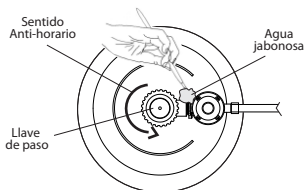

Figura 6
4.- Abra la llave de paso de gas de la garrafa, girandola en sentido anti-horario. Compruebe que no haya ningún escape de gas, utilizando abundante agua jabonosa. NUNCA utilice una llama (Figura 6).